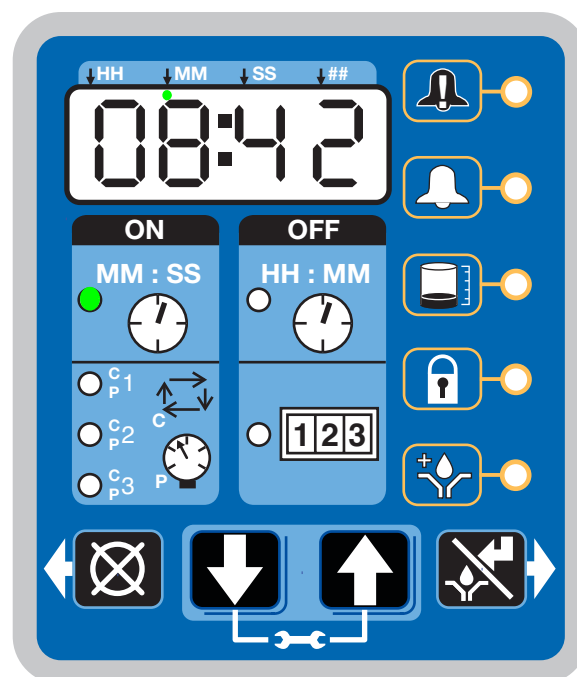

FIG. 42
- Quando il Tempo di SPEGNIMENTO raggiunge lo zero, la Pompa a lubrificazione automatica G3 accende la pompa ed entra in funzione per il ciclo di Tempo di ACCENSIONE programmato (FIG. 42).
- L'esempio fornito in FIG. 42 mostra un Tempo di ACCENSIONE di 8 ore e 42 minuti prima che finisca il ciclo di lubrificazione.